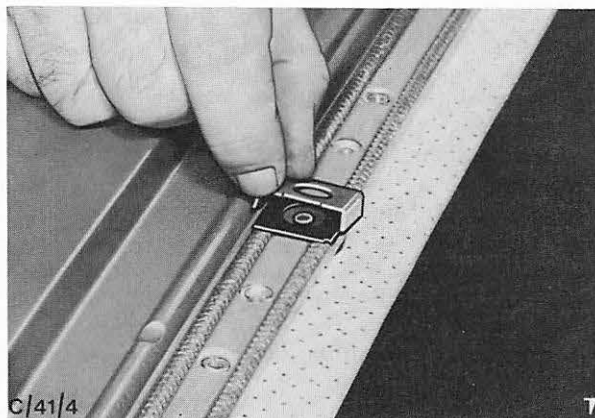

Abb. 3 Herausdrücken der Seilzug-Führungsklammern
2. Beide Führungsklammern – Betätigungszug am Kurbelapparat entfernen. Abb. 3.